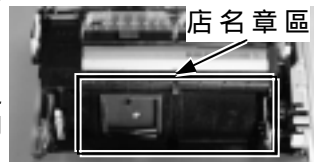

Fig 3 店名章區域
4. 檢查店名章區域是否有紙屑灰塵，用所附之軟毛刷清理，如 Fig 3 所示。